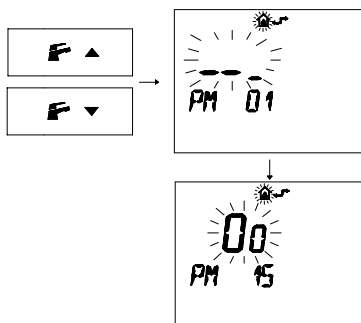

Figura 5.28
- Premere i pulsanti **F**▲ o **F**▼ per visualizzare la programmazione "PM15" abilitazione della sonda esterna (Figura 5.28)